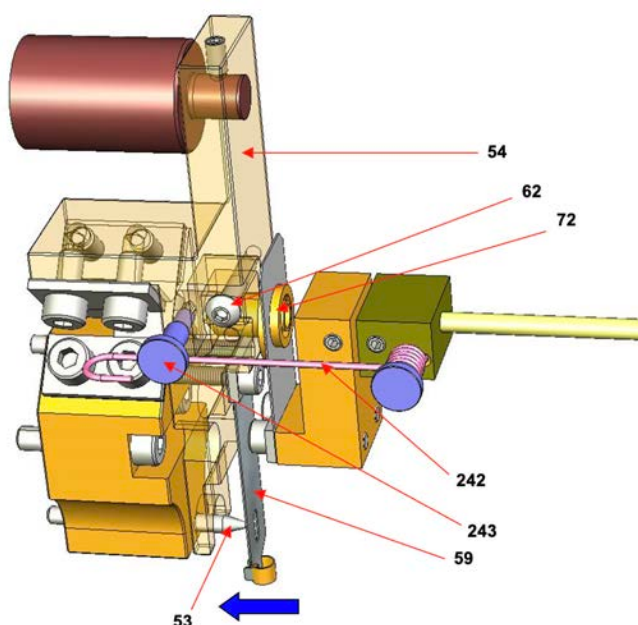

Figure 16
- d. Par l'orifice latéral de visite du mécanisme, s'assurer que la vis (62) de la noix d'accouplement du balancier (54) n'est pas serrée et que le ressort (242) est désengagé du pion de maintien (243). Par l'orifice 3/4" NPT situé sous le boîtier, vérifier avec le doigt sur la lamelle flexible (59) qu'il est possible de déplacer le balancier (54) de gauche à droite. La valeur indiquée sur l'afficheur doit varier en même temps. **Le pion (72) doit tourner dans la noix.**
- e. Observer le mécanisme par l'orifice latéral de visite et, avec le doigt passé par l'orifice inférieur, indexer le trou oblong de la lamelle flexible (59) sur la goupille spéciale (53) en cintrant la lamelle vers l'avant du boîtier (voir figure 16). La valeur lue sur l'afficheur doit être comprise entre -5 et +5 %.
- f. Tout en maintenant la lamelle flexible (59) dans cette position, serrer de 1/4 de tour à partir du point de contact la vis (62) de la noix d'accouplement au moyen d'une clé Allen de 2,5 mm.
Exemple : Pour modifier un réglage de façon que NIVEAU BAS (0 %) corresponde à un plongeur immergé au 1/4 de la hauteur (soit 25 %) et que NIVEAU HAUT (100 %) corresponde à un plongeur immergé au 4/5 de sa hauteur (soit 80 %), régler le décalage de zéro à 25 % et la réduction d'échelle à 45 %. Voir schéma Figure 16.